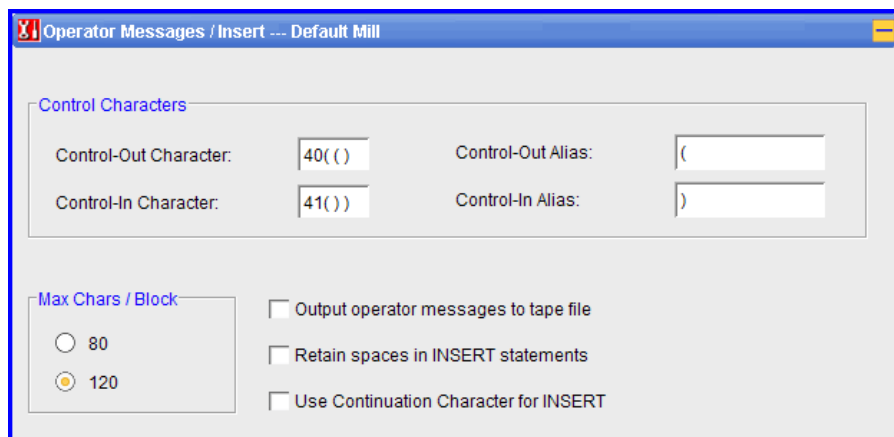

图 9.2.33 “Operator Messages”对话框
- **Operator Messages** :单击此按钮，系统会显示图 9.2.33 所示的“Operator Messages”对话框。